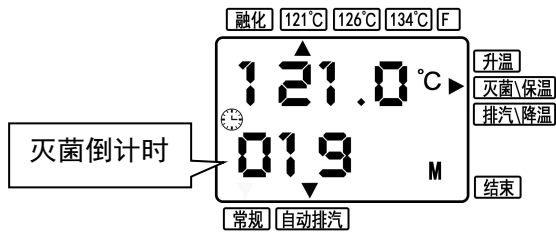

图 19
(2) 锅内温度升至灭菌温度后，处于灭菌过程状态，并进入灭菌倒计时界面（图19）。